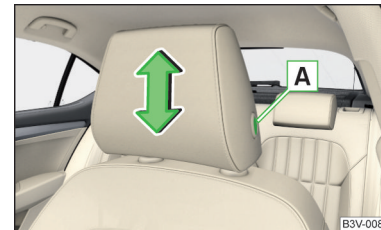

Abb. 80
- › Die Sicherungstaste **A** drücken und gedrückt halten » Abb. 80.